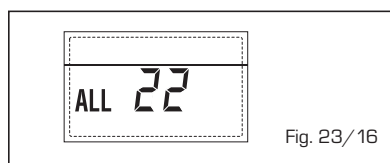

Fig. 23/16
- ANOMALIE PANNE SONDE REFOULEMENT DEUXIEME ZONE MIXTE "ALL 23" (fig. 23/17)